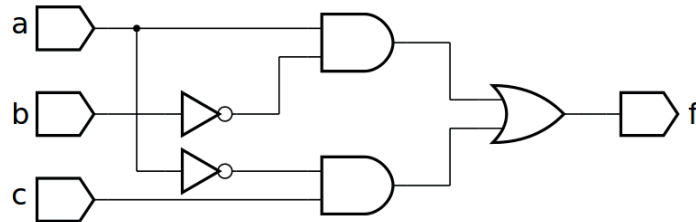
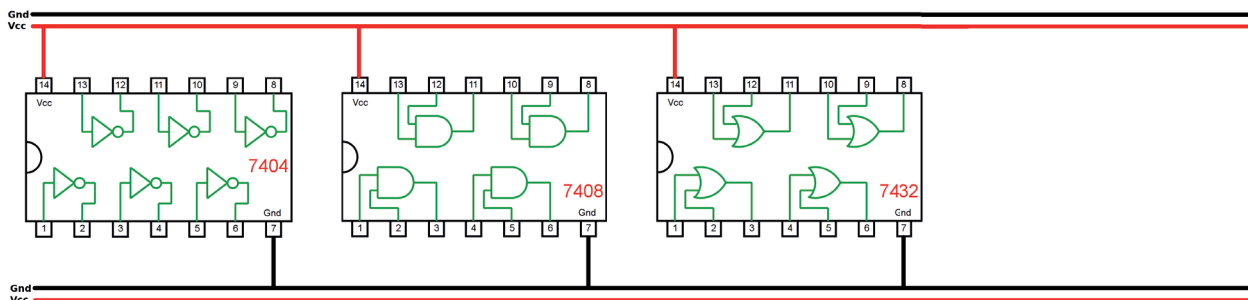

Figura 5.27 – Diagrama esquemático.
Figura 5.28 – Disposição dos componentes (TTL) para a placa de montagem.
1. Complete as ligações na figura 5.28 ou 5.29 de acordo com a figura 5.27.
5. Utilize um programa de simulação em computador (SmartSim, Atanua, Qucs) faça a simulação do circuito da figura 5.27. Compare os resultados com a Tabela 5.13.
6. Escreva a equação booleana do circuito da figura 5.27 e simule no programa para o Arduino.